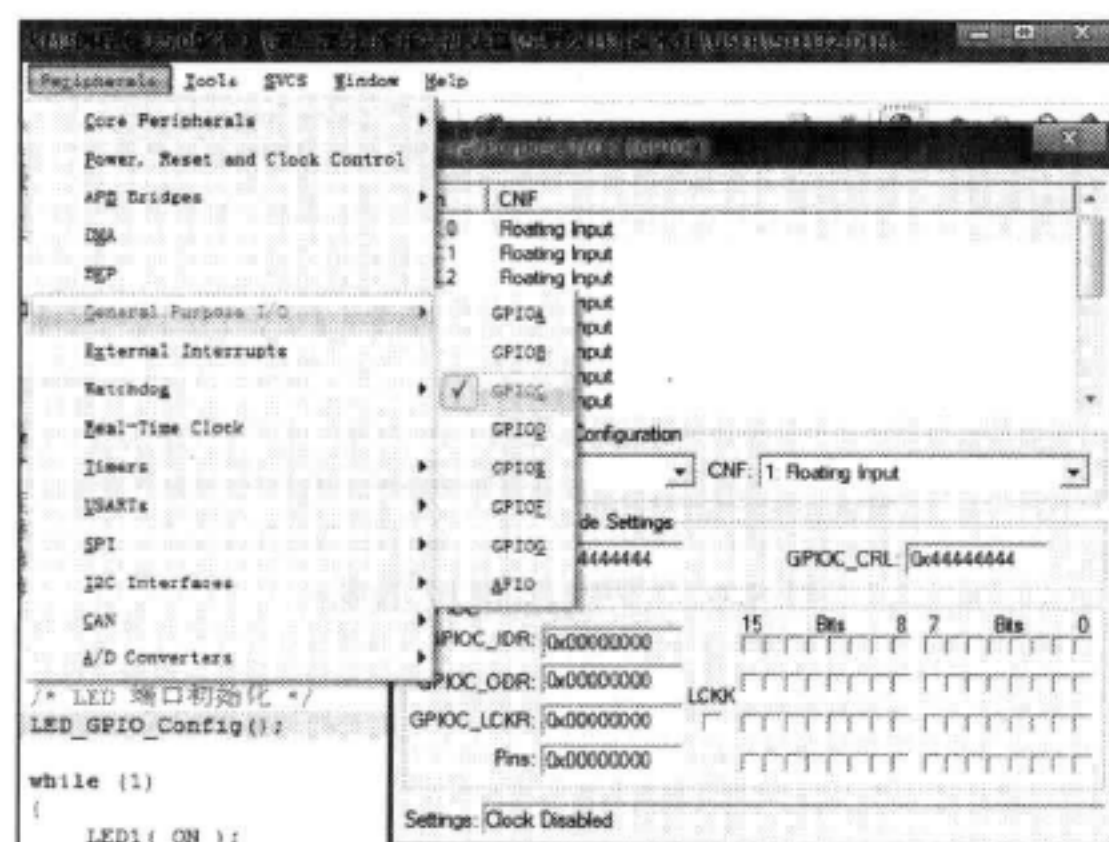

图 5-4 查看 IO 状态
- 5) 点击外设状态标签可弹出相应的外设状态查看窗口，见图 5-4。